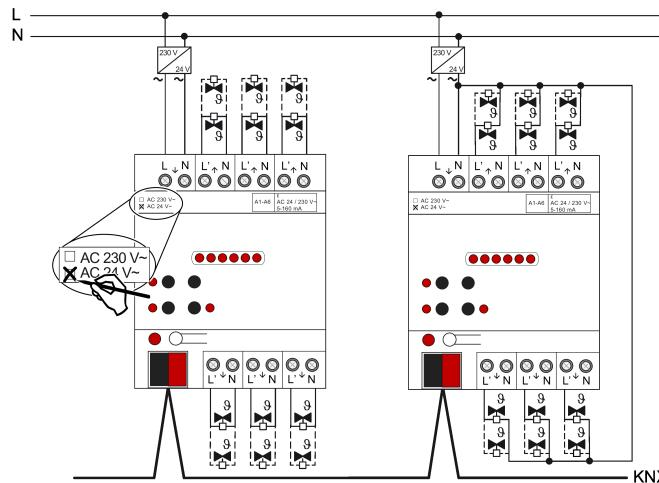

рисунок 4: Подключение для сервоприводов 24 В перемен. тока
- Подключите сервоприводы 24 В перем. тока согласно схеме подключений (см. рисунок 4). Сервоприводы можно подключить либо индивидуально напрямую к клеммам выходов исполнительного элемента отопления (пример подключения слева), либо альтернативно через общий провод (пример подключения справа).